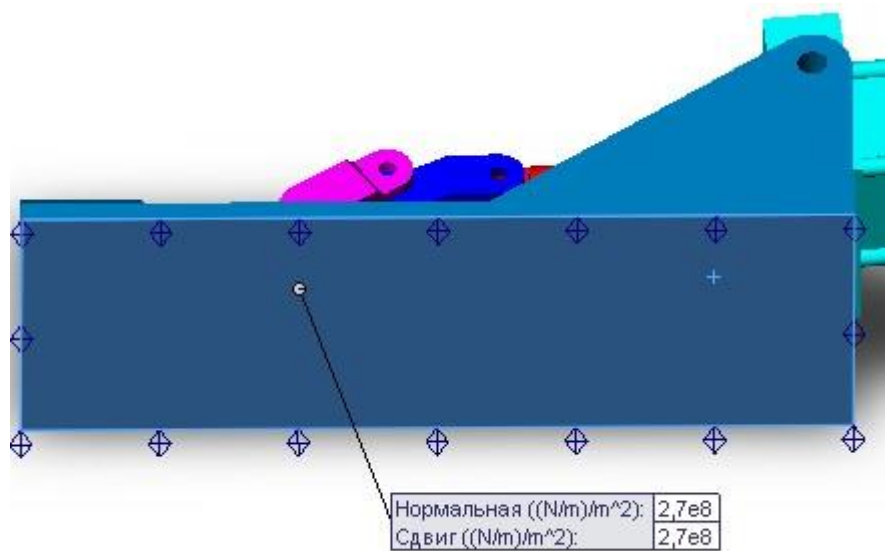

Рисунок 5.12 – Сборка исполнительного механизма
11. Определение упругого основания. Сборка исполнительного механизма находится на толстом листе резины (рис. 5.12), характеризуемой жесткостью $2,7e8$ (Н/м).